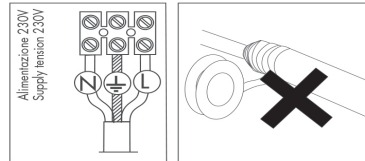

FIG.4
- Câbler. **FIG.4**
- Connecter l'appareil à l'alimentation 220/240Vac 50/60Hz à l'aide d'un bornier multipolaire à 3 pôles (non fourni avec l'appareil) conforme à la norme CEI 998-2-1 ou CEI998-2-2 logé dans un coffret ayant une protection min. IP65. **FIG. 4**
- Den Speisekabel am Gerät verdrahten. **FIG.4**